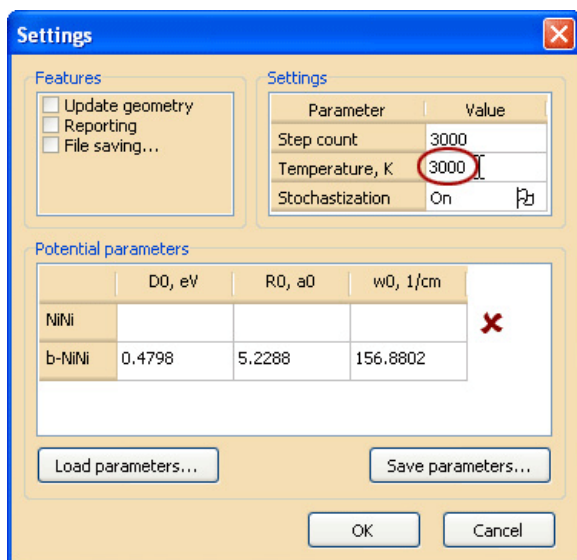

Рис. 25. Диалоговое окно выставления опций и параметров потенциалов. Выставлены параметры для быстрого плавления нанокластера
15. Повторить расчеты для 1000K и 3000K по аналогии с предыдущим (рис. 25,26).